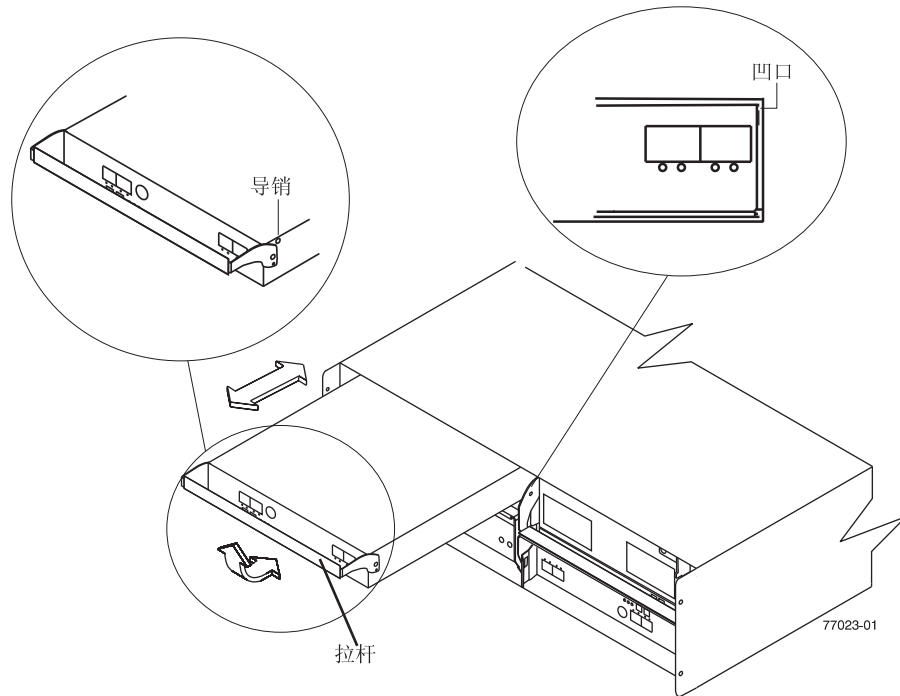

图 37. 卸下并更换环境服务模块 (ESM)
8. 挤压滑锁的同时，将拉杆拉开到 90°（使拉杆呈水平状态）。如图 37 中所示，将拉杆从机箱拉出以从 EXP5000 中面板卸下 ESM。
- b. 如第 79 页的图 37 中所示，慢慢地将拉杆从 EXP5000 机箱拉出，以从 ESM 托架中卸下 ESM。（从机箱卸下 ESM 并将其放置到防静电释放 (ESD) 的平面上。）